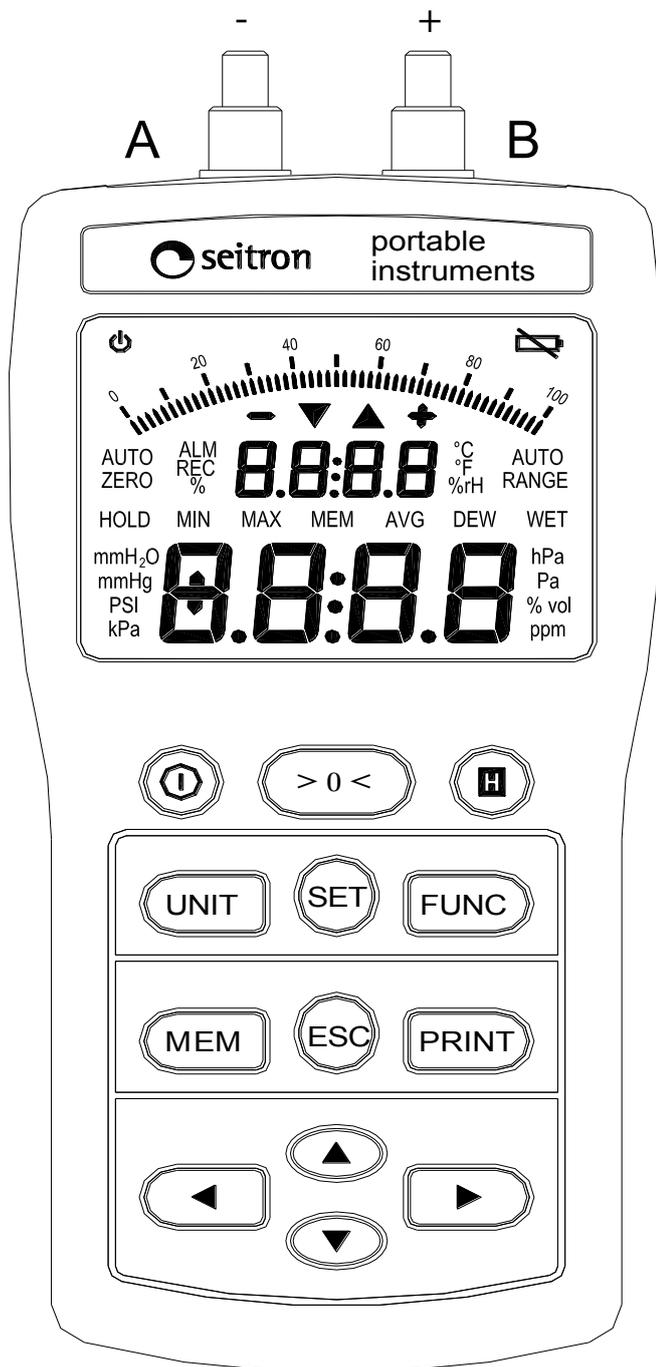

Рис. 1: Внешний вид
- подключить силиконовые трубки (поставляются в комплекте с прибором) к положительному входу (**В** на рис. 1) и к отрицательному (**А** на рис. 1).